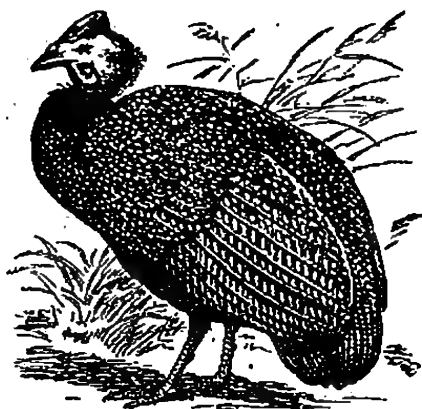

Fig. 467. — Pintade.
8. Pintade. — La pintade (fig. 467), autre gallinacé au corps ramassé et arrondi, est une grande pondeuse qui nous vient d'Afrique. Ses œufs sont recherchés; sa chair rappelle celle du gibier. Les jeunes sont très délicats jusqu'à la crise du rouge.